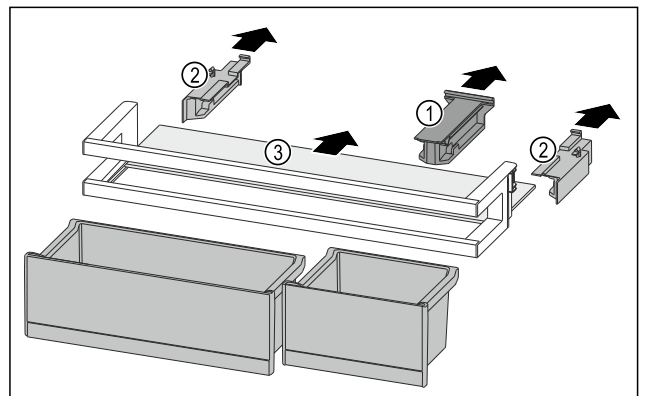

Fig. 88
- ▶ Изтеглете задържащата част Fig. 88 (1).
- ▶ Изтеглете страничните части Fig. 88 (2).
- ▶ Свалете рафта Fig. 88 (3).